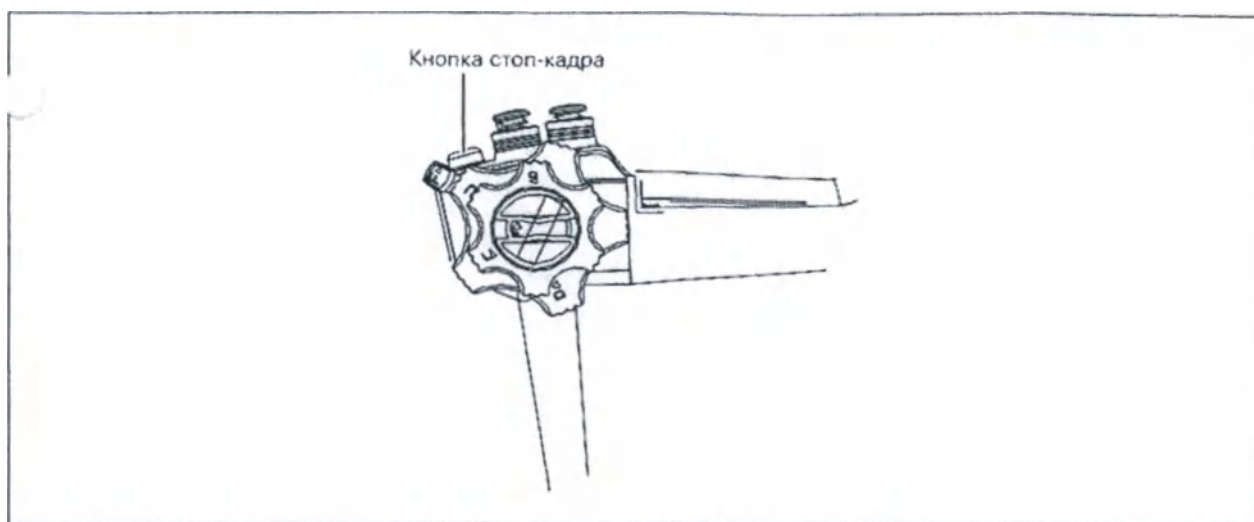
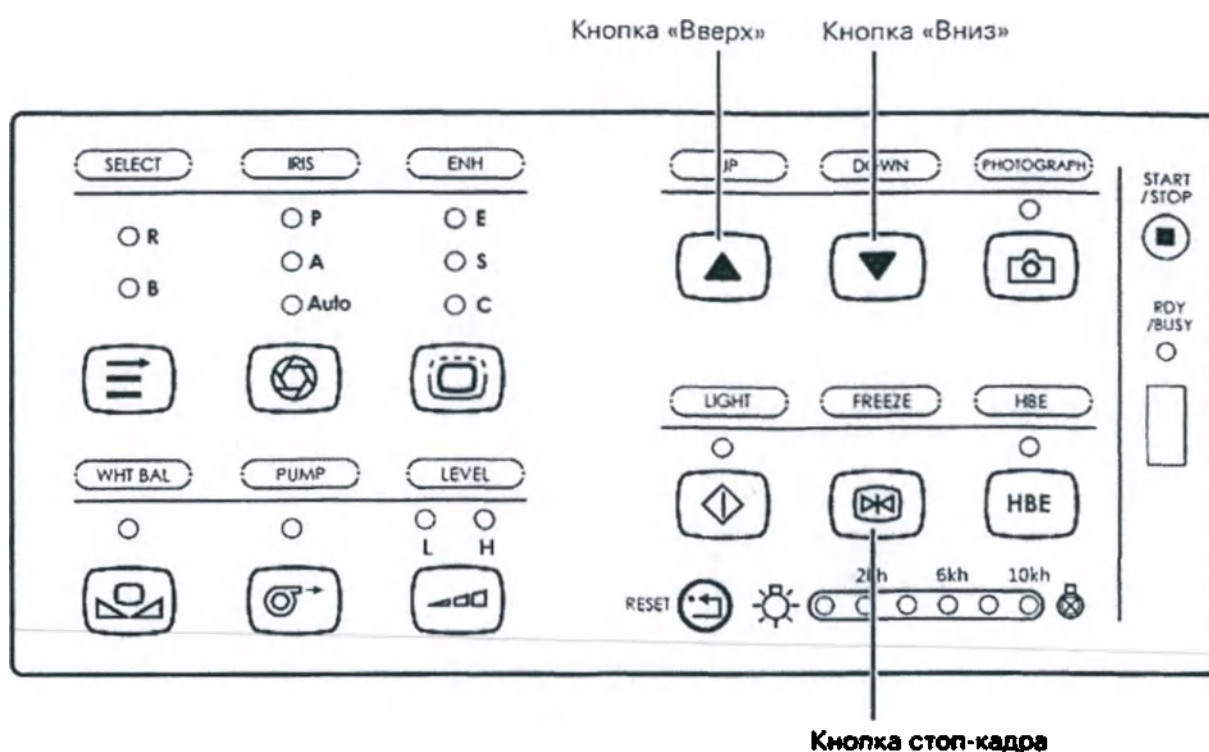

Рис. 16.
Рис. 17.
1. Нажмите на кнопку стоп-кадра на рукоятке эндоскопа (см. рис. 16), кнопку стоп-кадра на передней панели (см. рис. 17) или клавишу F6 на клавиатуре, чтобы сделать стоп-кадр.